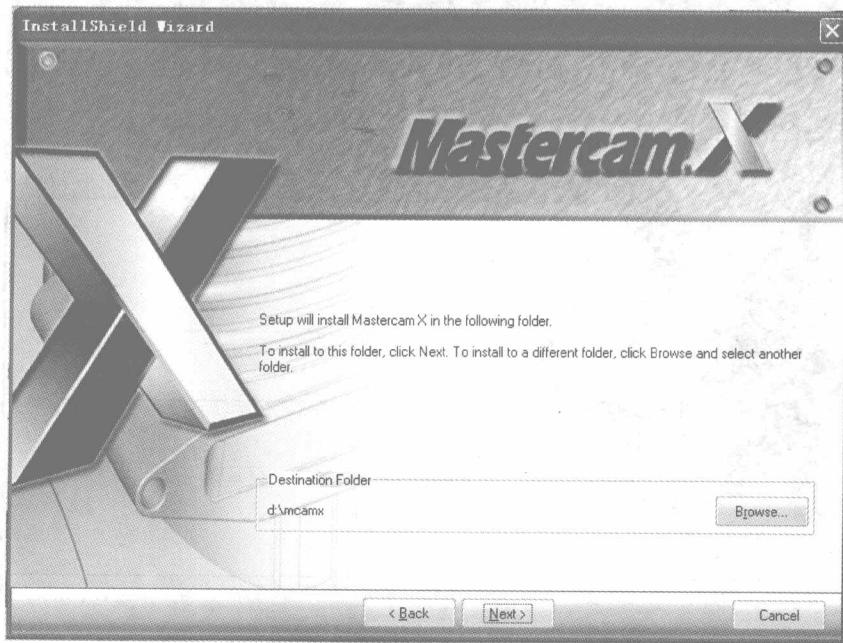

图 1-6 选择安装目录
⑥ 选择安装目录(如图 1-6 所示),默认安装在 C:\mcamx 目录下,也可单击 按钮选择安装目录,单击 Next 按钮进入下一步安装。